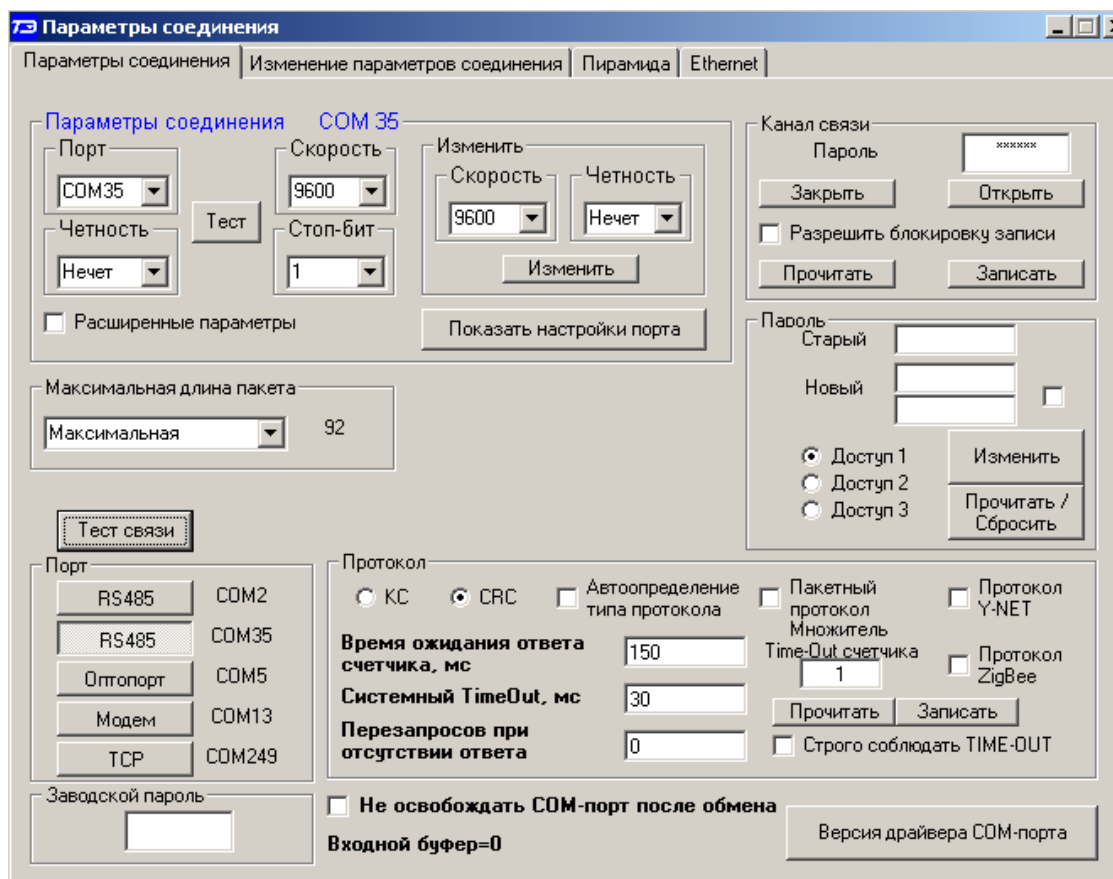

Рисунок 2 – Форма «Параметры соединения»
Установить коммуникационные параметры конфигуратора посредством формы «Параметры соединения» (рисунок 2). Для чего:
2.6 Для работы через оптический интерфейс подключить счетчик к компьютеру по схеме, приведенной на рисунке Б.2 приложения Б. Установить коммуникационные параметры конфигуратора посредством формы «Параметры соединения» (рисунок 2). Для чего:
2.7.3 Для установления связи и работы со счетчиком через интерфейс Ethernet на форме «Параметры соединения» конфигуратора (рисунок 2) нажать кнопку «ТСР» в группе элементов «Порт». При этом открывается форма «ТСР», вид которой приведен на рисунке 4. Конфигуратор, посредством формы «ТСР», может работать в режиме клиента или сервера ТСР/IP.